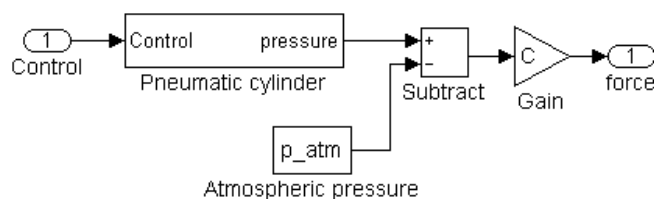

Рисунок 15 — Подсистема «wheel breaking force» расчета тормозной силы, развиваемой тормозным механизмом на колесе
На основании формулы (29) и используя подсистему «Pneumatic cylinder» создадим подсистему «wheel breaking force» расчета тормозной силы, развиваемой тормозным механизмом на колесе (рисунок 15).